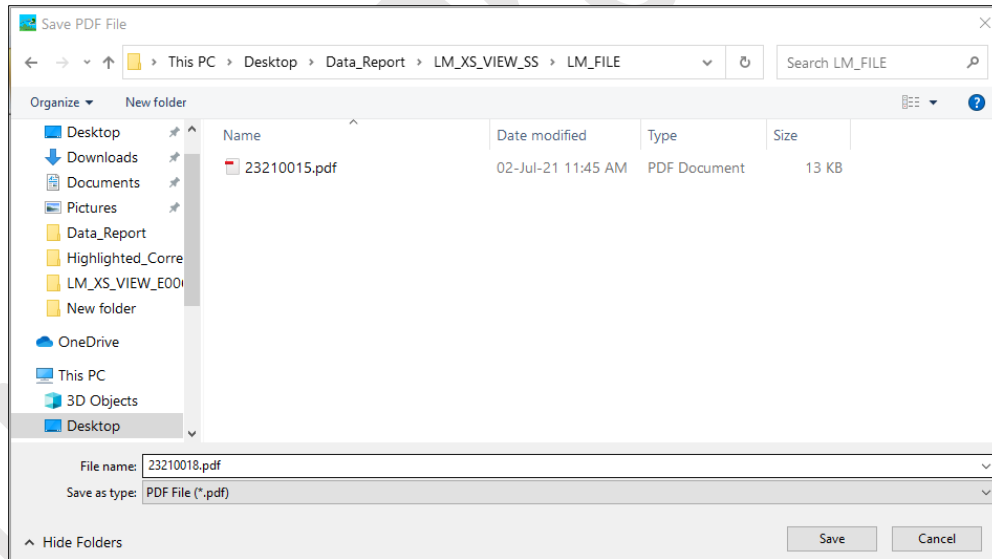

图24 选择保存 PDF 报告的文件位置
- 然后点击图标生成数据汇总的PDF报告。将出现一个弹出窗口，用于选择要生成的报告的文件路径和文件名，如图24所示。